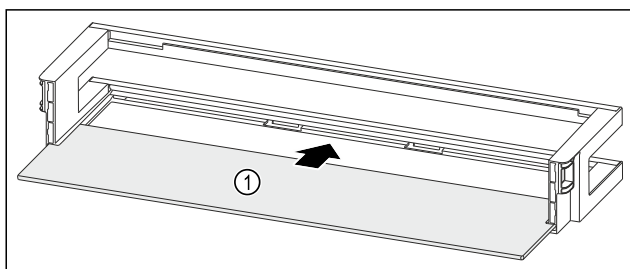

Fig. 214 Dveřní přihrádka s odkládací plochou
- Odkládací plochu Fig. 214 (1) zasuněte do bočních vybrání.